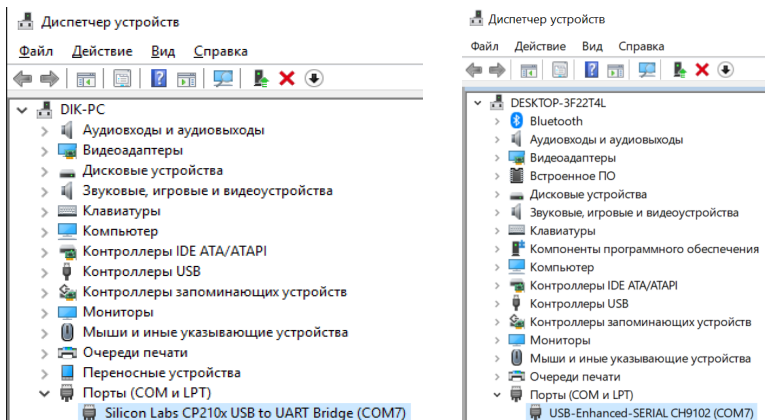

Рис.1. Диспетчер устройств Windows.
- если устройство определилось как «Silicon Labs CP210x USB to UART Bridge» (рисунок 1 слева):
- если устройство определилось как «USB-Enhanced-SERIAL CH9102» (рисунок 1 справа):
5.5. При использовании кабеля интерфейсного для поверки с ПО SensNet, в настройках сети программы SensNet Server до выполнения ревизии сети необходимо выбрать определенный в Диспетчере устройств (рис.1) виртуальный COM-порт, соответствующий кабелю интерфейсному, и включить опцию «Поддержка u-For LAN».